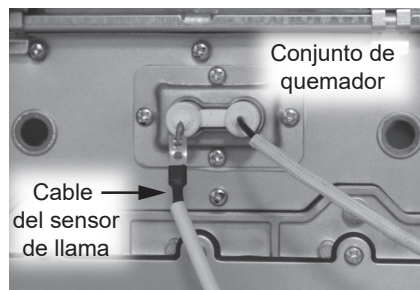

Figura 108 - Retiro el cable del sensor de llama
- 5 Ubique el cable del sensor de llama conectado al conjunto de quemador. Desconecte el cable y déjelo a un lado para un acceso fácil al múltiple de gas. Consulte la Figura 108.
- 24** Ubique el sensor de llama que se desconectó anteriormente del conjunto de quemador en el **Paso 5**. Conecte el cable del sensor de llama. Consulte la Figura 108.